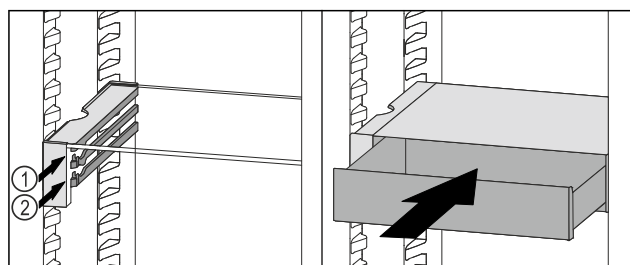

Fig. 130
- ▶ Установите выдвижной ящик VarioSafe за стопоры на требуемый выступ Fig. 130 (1) или Fig. 130 (2).